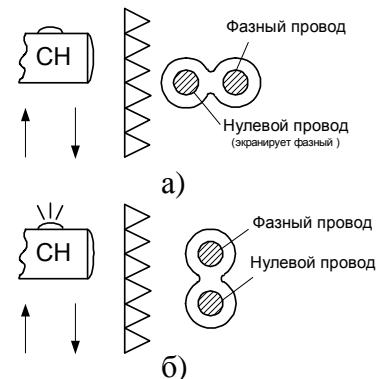

Рис.7.
- СН может не сработать на участке, где провод с нулевым потенциалом окажется между фазным проводом и СН, т.е. экранирует фазный провод (рис. 7.а). В такой ситуации следует с помощью СН определить расположение проводки на соседних участках (рис. 7.б), что даст возможность ориентировочно установить ее прохождение на участке, где СН не сработал.